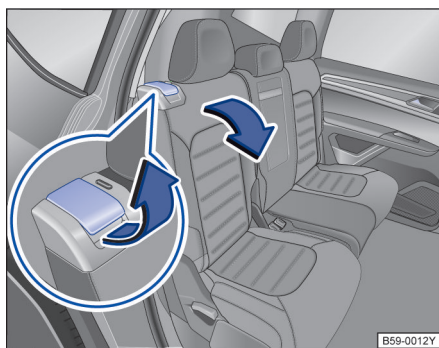

图 107 第二排座椅：上车辅助功能的操作元件。
- 必要时移除第二排座椅脚部空间的物品→①。
- 沿箭头方向把操作杆→图 107 往前拉并把后座椅靠背向前翻折。整个后座椅向前翻折→⚠️并可往纵向方向继续向前推。
- 拉住操作杆→图 107 并将后座椅靠背往后翻折到垂直的位置。整个后座椅向后翻折→⚠️。
如果操作杆→图 107 失灵，例如发生事故之后，可从第三排将第二排座椅向前翻折，以便于从第三排座椅下车→⚠️。
- 如果能看到解锁拨杆→图 107 上的红色标记表明后座椅靠背未正确卡止。务必检查，当后座椅靠背处于垂直位置时，是否绝对看不到此红色标记。